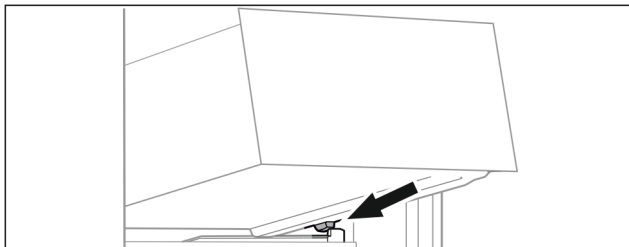

Fig. 57
- ▶ Lade schuin achter de stoppers op containerrib plaatsen. (zie Fig. 57)